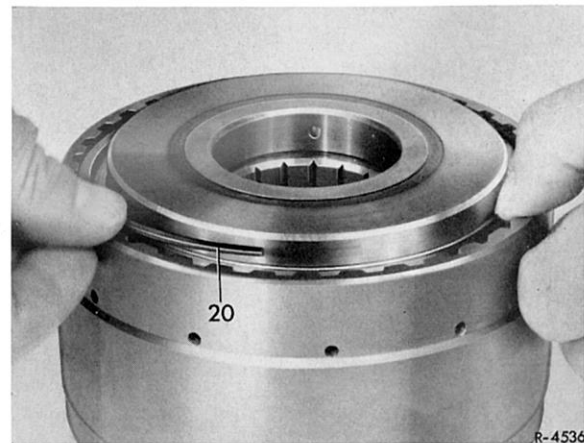

Bild 27–3/34
22 Sprengring (21) einbauen (Bild 27–3/34).